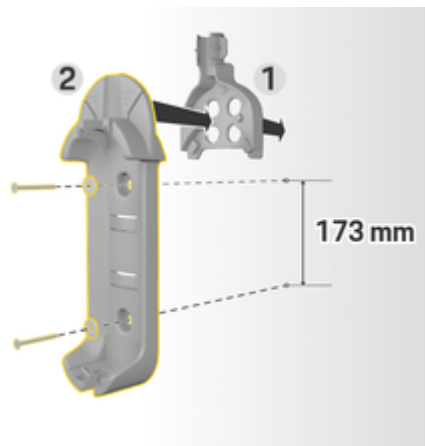

Fig. 6: Cotes de perçage
3. Enfoncez la base du support mural **2** (Fig. 6) dans le guide-câble **1** (Fig. 6) par l'avant.